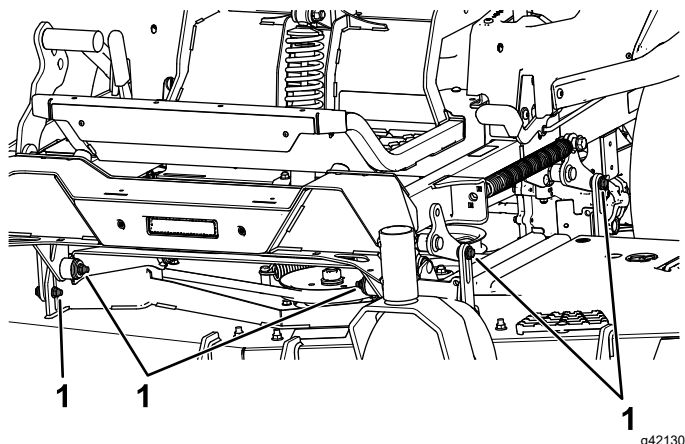

Figure 93
7. Enlevez et conservez les boulons et écrous de chaque côté de la machine (Figure 93).